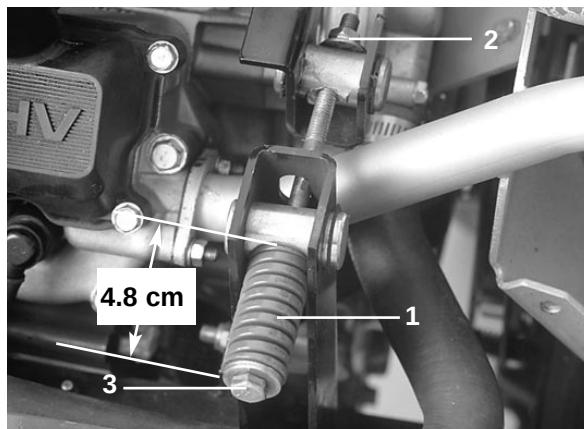
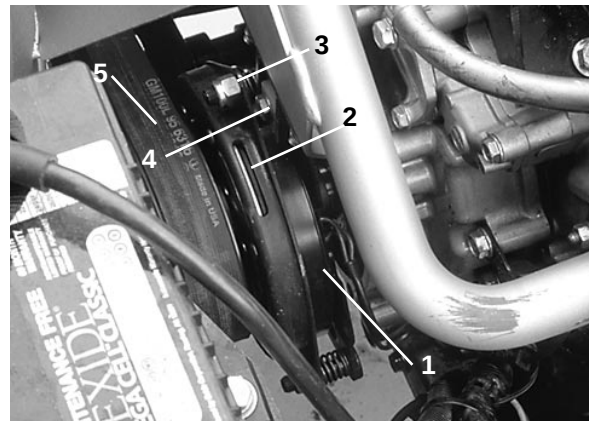

Fig. 26
Fig. 27
3. In sede di manutenzione dell'elemento in espanso controllare anche le condizioni dell'elemento di carta (Fig. 26). Pulirlo picchiettandolo gentilmente per rimuovere la polvere. Sostituire questo elemento ogni anno od ogni 200 ore.
2. Allentare il controddado del tirante (Fig. 26).
2. Allentare il controdamo del tirante (Fig. 26).
3. Allentare completamente la molla di tensione della cinghia (Fig. 26).
4. Girare la puleggia della presa di forza verso il motore e togliere la cinghia (Fig. 27).
5. Montare la nuova cinghia della presa di forza e tendere di nuovo la molla della puleggia a 12,6cm (Fig. 26).
6. Serrare il controdamo (Fig. 27) e chiudere il cofano.
2. Togliere il bullone ed il dado di fissaggio del blocco di nylon, e togliere il blocco (Fig. 27).
4. Regolare la distanza in modo che uno spessimetro da 0,04 mm possa scorrere con una lieve pressione fra il rivestimento e la piastra di frizione (Fig. 27). Per ridurre la distanza girare il dado di regolazione in senso orario (Fig. 26).